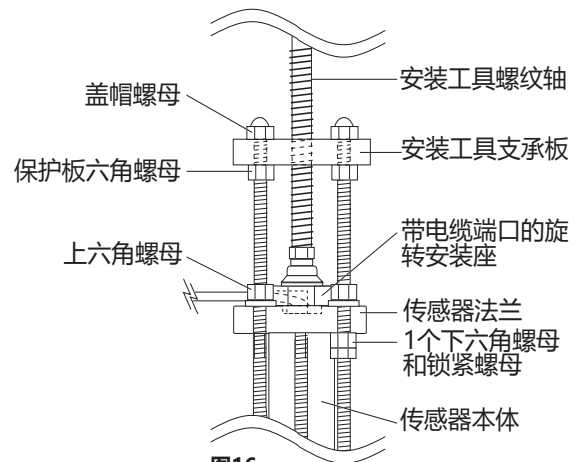

图16
- E. 佩戴安全面部保护装置，逆时针转动安装工具轴以取出传感器，直到传感器法兰接触上六角螺母。（图16）